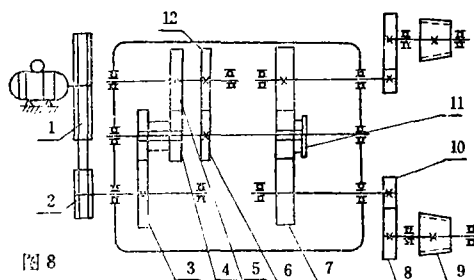

图8
2. 机械传动部分 结构如图8。其作用是使两个下滚刀以45转/分速度旋转。